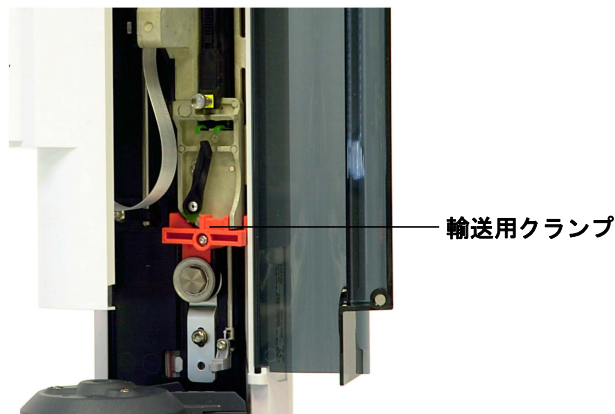

図 8 ALS に取り付けけた輸送用クランプ
- e T-10 トルクスドライバを使用して、動かないようシリンジキャリアの輸送用クランプに取り付けます。67 ページの図 8 を参照してください。